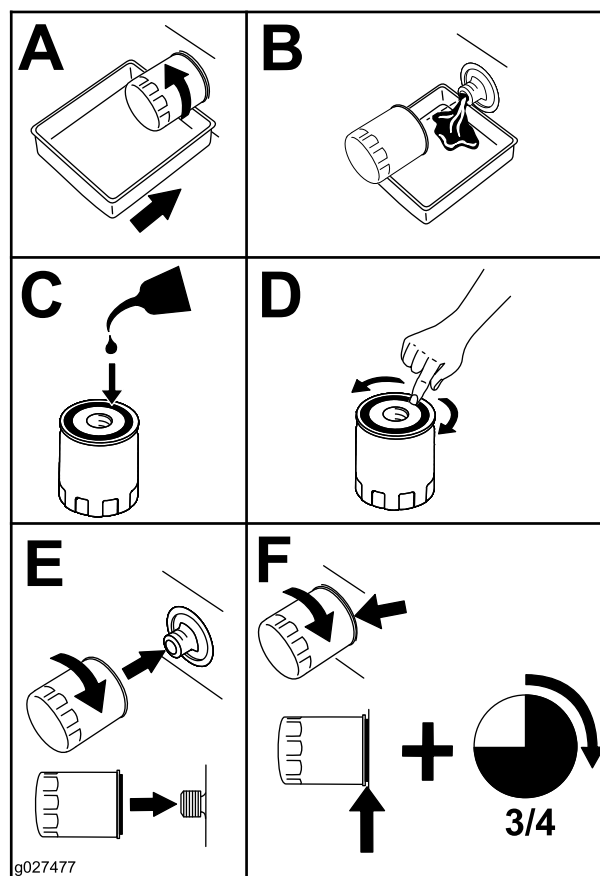

Рисунок 41
5. Замените масляный фильтр двигателя (Рисунок 41).